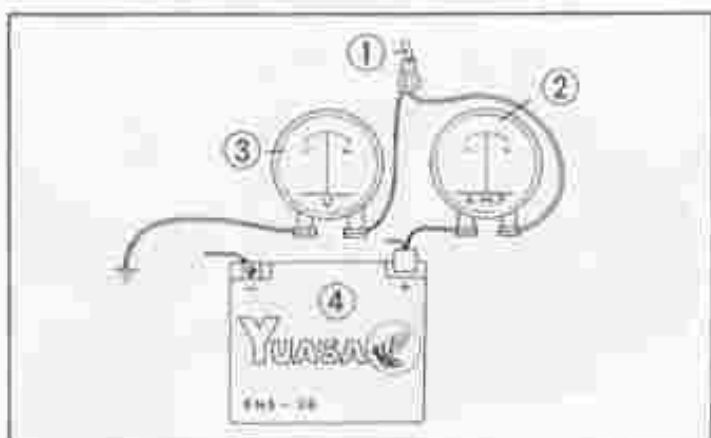

Fig. 103 Laadtest
① Rood/witte bedrading ② Ampèremeter
③ Voltmeter ④ Batterij (accu)
- 4) Laat de motor draaien en voer de volgende twee tests uit met de lichten aan en uitgeschakeld. (Fig. 103)